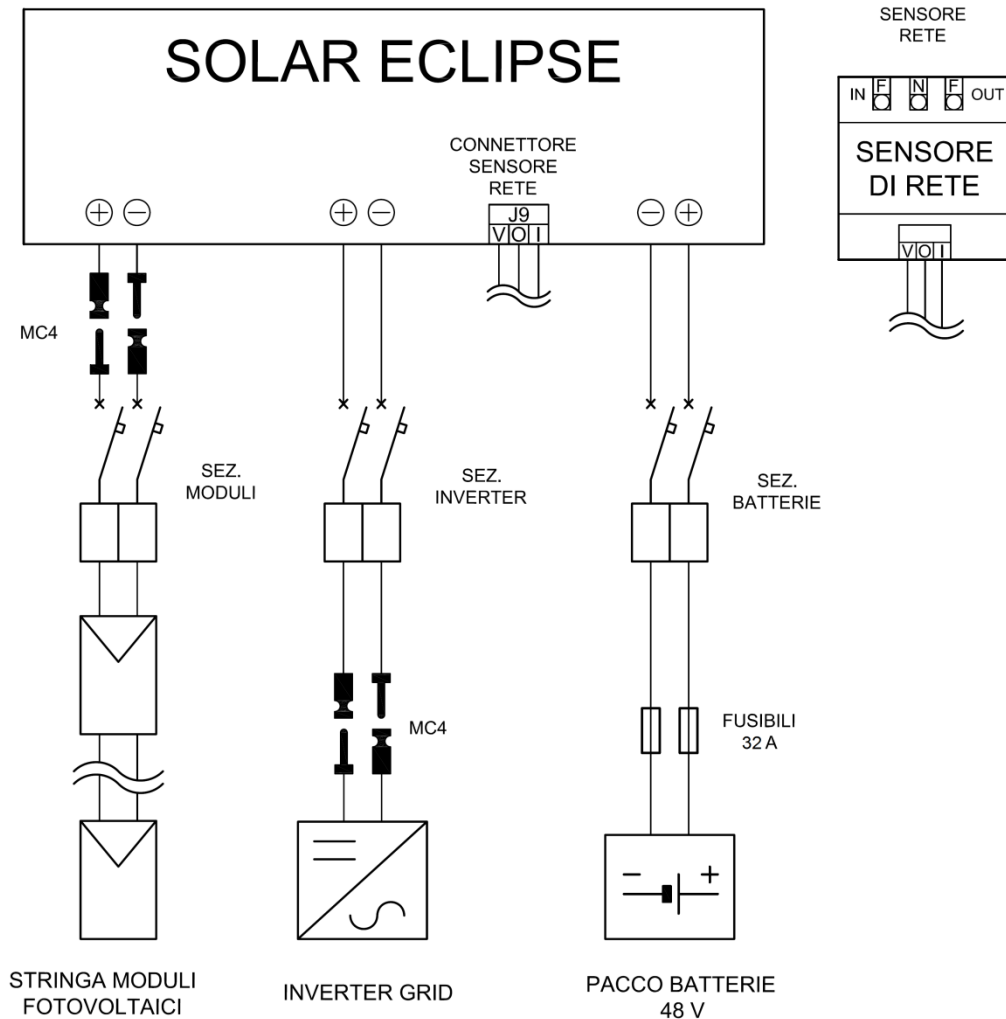

Figura 6 – Schema Cablaggio di potenza
- Verificare che il sezionatore moduli fotovoltaici sia aperto (vedi Figura 6)
- Predisporre una scatola portafusibili da 32 A sui cavi batterie (vedi Figura 6)